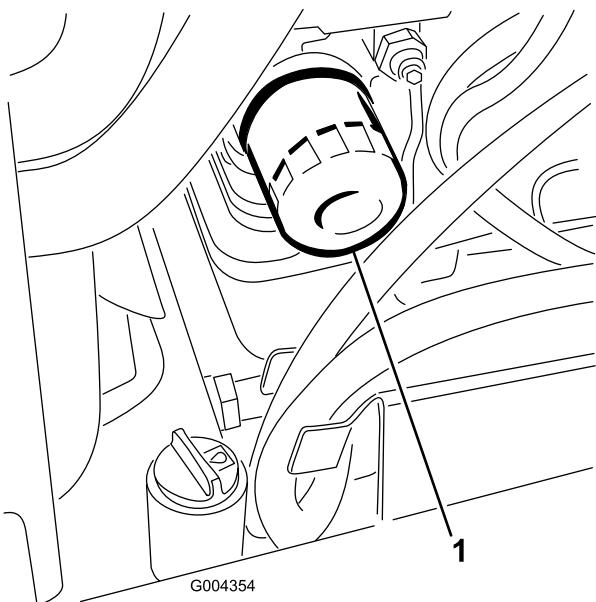

Figura 35
3. Retire el filtro usado (Figura 35) y límpie con un paño la superficie de la junta del adaptador del filtro.